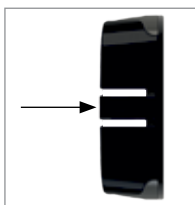

Figure 21
2. Appuyez longuement sur le bouton du milieu iWOC Trio pour éteindre le système (figure 21).